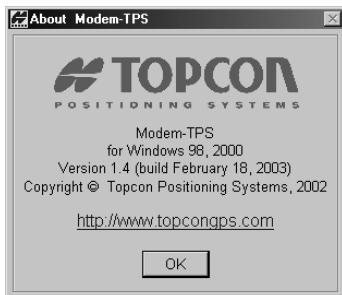

Figura 2-29. About Modem-TPS (Acerca del Módem de TPS)
- Haga clic en **Help ▶ About** para ver la versión del Módem de TPS e información sobre derechos de autor en el cuadro de diálogo del Módem de TPS (Figura 2-29).